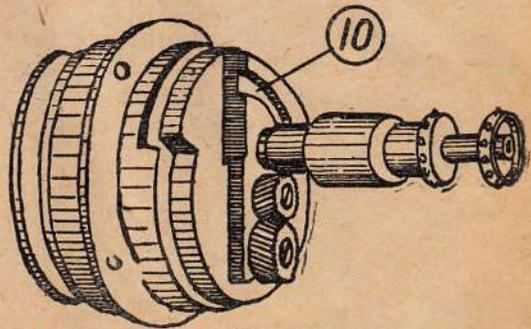

Рис. 4. Коробка мальтийского креста.
Дополнительное смещение обтюратора получается следующим образом: при своем перемещении вверх или вниз мальтийская коробка оказывает давление своим радиальным пазом (10) (рис. 4) на палец (2) (рис. 1) рычага компенсатора; рычаг (1) поворачивается на своем осевом винте (5) и при этом передвигает вдоль оси вперед или назад 15-зубцовую шестерню (7), скрепленную с рычагом (1) при помощи разрезного кольца (4). Благодаря спиральной форме зуба эта шестерня при своем долевом перемещении получает еще некоторое вращательное движение: она начинает как бы ввинчиваться в поперечную цилиндрическую шестерню (11), имеющую такие же спиральные зубцы, сообщающие вращение шестерне (7), или, наоборот, начинает вывинчиваться из этой поперечной шестерни (11), и, таким образом, сообщает дополнительный поворот оси обтюратора, а следовательно и самому обтюратору. Угол смещения обтюратора равен углу смещения креста.